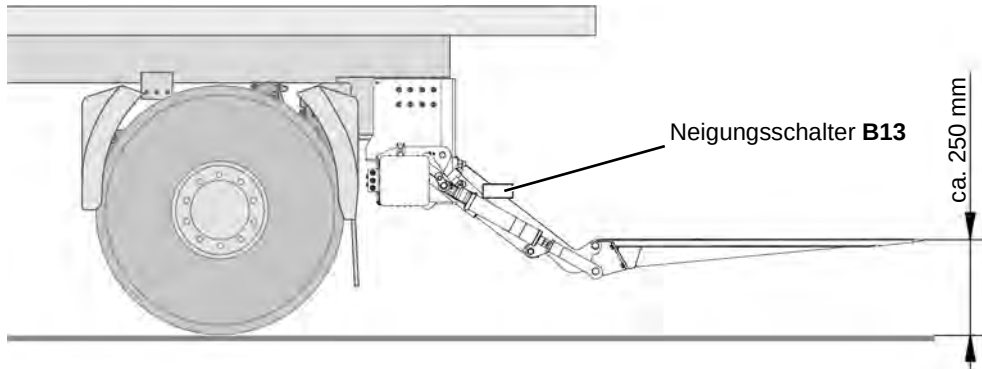

Abbildung 45: Neigungsschalter **B13** (1)
- Fahren Sie die Plattform an die Position waagrecht ca. 250 mm über dem Boden, wie in Abbildung 45, Seite 67, dargestellt.